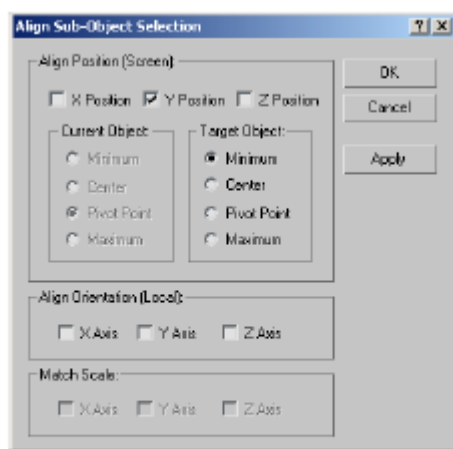

Рис. 5.6. – Окно Align Sub-Object Selection (Выравнивание выделенных подобъектов)
7. На экране появится окно Align Selection (Выравнивание выделенных объектов), в котором необходимо указать, по какому принципу будет происходить выравнивание. Обратите внимание, что переключатель Current Object (Объект, ко торый выравнивается) будет неактивен (рис. 5.6). Такую ситуацию можно объяс-нить тем, что вершина, которая в данном случае является выравниваемым объек-том, – это условный объект, не имеющий геометрических разме-ров. Именно по-этому нельзя указать его параметры.